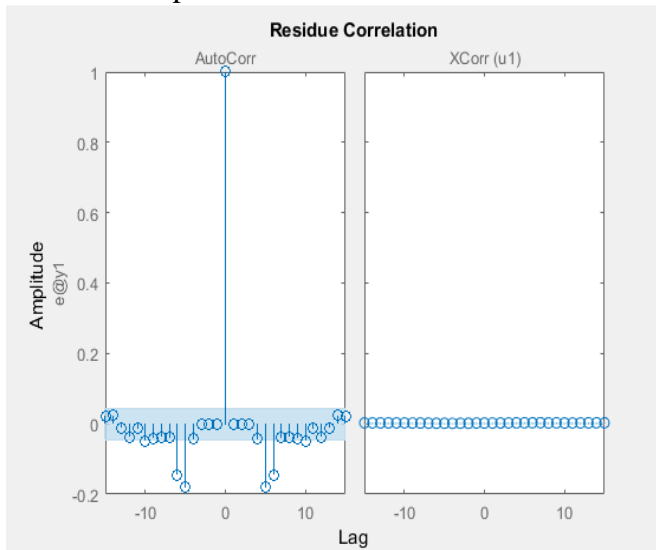

Figura 6
- validam modelul: resid(m\_w\_iv4,d\_vd\_w) ( Figura 6)
Din Figura 6 primul grafic reprezinta functia de autocorelatie, iar al doilea grafic reprezinta functia de intercorelatie. Banda albastra este nivelul in care trebuie sa se incadreze valorile pentru a fi validat modelul. In acest caz se functia de intercorelatie este trecuta.